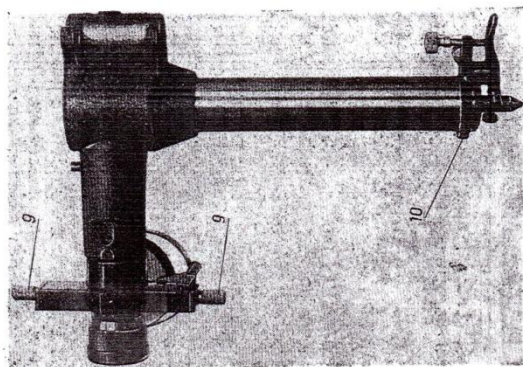
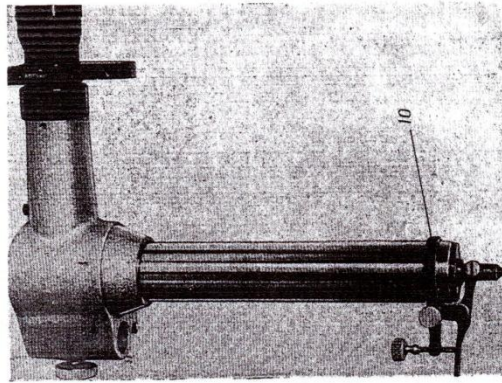

Рис. 4
Рис. 5
*Трубка оптиметра.* Трубка оптиметра с цветными шторками1 показана на рис. 4, трубка без шторок — на рис. 5. В коленчатой металлической трубке оптиметра установлены измерительная головка с колебательной системой и оптические детали автоматической системы. Измерительная головка с колебательной системой помещается в нижней части цилиндрического колена трубки; наружу выступает
Винты 9 (рис. 4) служат для перемещения шторок,
арретир 10 (рис. 4, 5) — для отвода измерительного штифта трубки оптиметра в процессе измерения.